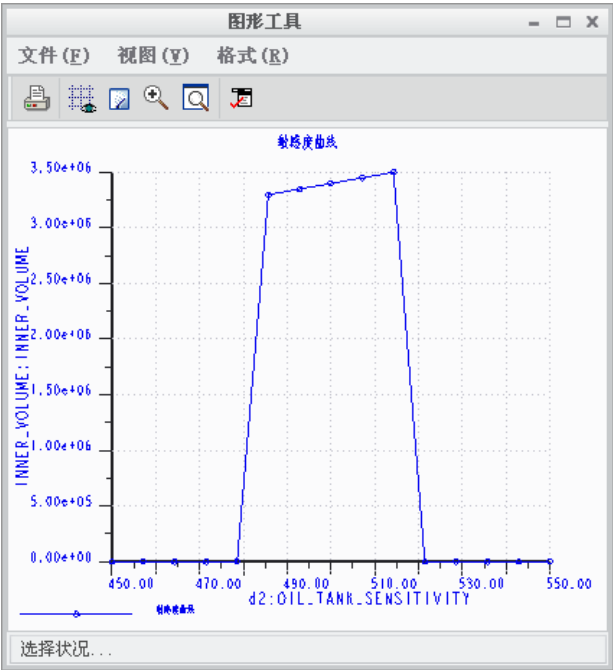

图 11.3.7 灵敏度曲线图
(1) 单击 计算 按钮，此时系统显示图 11.3.7 所示的灵敏度曲线图。